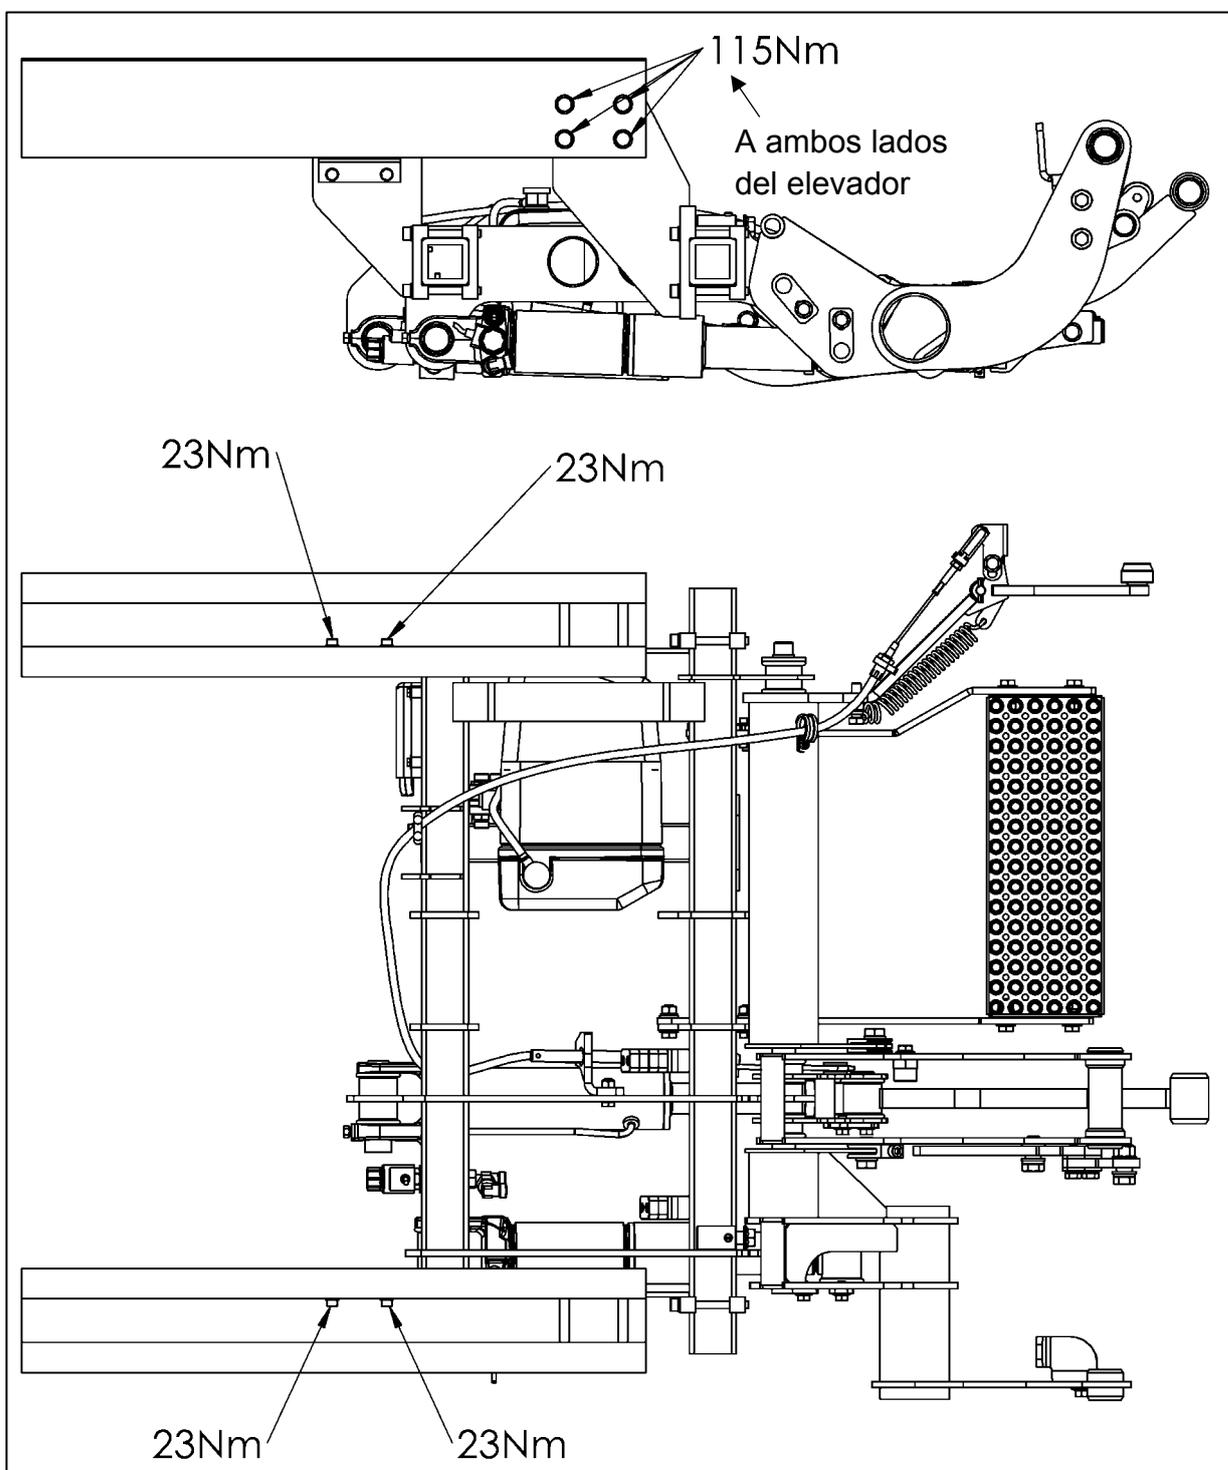

Fig. 29
- Fije el mecanismo de elevación (con adaptadores) al vehículo y apriete los tornillos a **115 Nm** en la parte trasera y **23 Nm** en la parte delantera (vea Fig. 29).